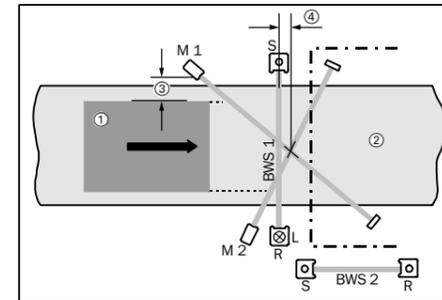

Fig. 5 : Distances en cas de montage de deux capteurs d'inhibition
Pour un dispositif de sécurité à deux capteurs d'inhibition, ceux-ci sont montés en croix. La distance entre le bord de l'objet et les capteurs d'inhibition ③ ainsi qu'entre le faisceau lumineux de sécurité et le point de croisement des faisceaux lumineux d'inhibition ④ doit être la plus petite possible (voir fig. 5)